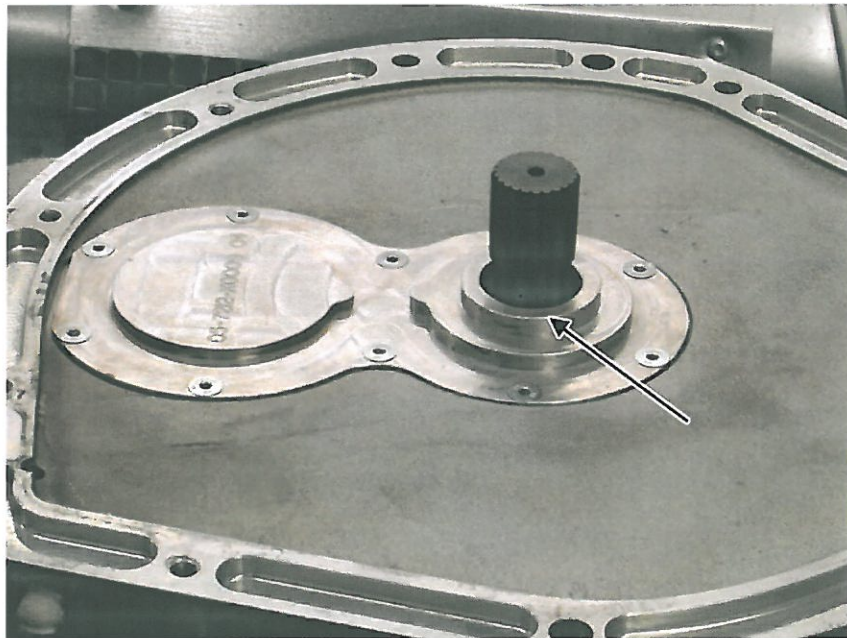

Bild 1 Absatz am Getriebedeckel
**Wenn der hintere Getriebedeckel die Teilenummer 05-7212-K000904 und den im Bild 1 sichtbaren Absatz aufweist muss der hintere Getriebedeckel nach den folgenden Schritten bearbeitet werden. Ansonsten mit Arbeitsschritt 19 fortfahren:**